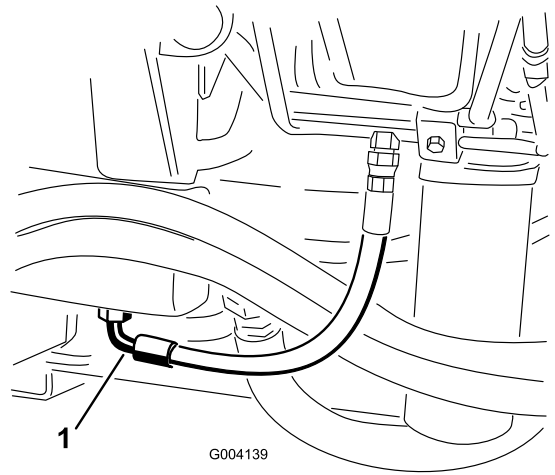

図 68
3. タンク 図 68の下についているフィッティングの下に、オイルを受ける大型の容器を置く。